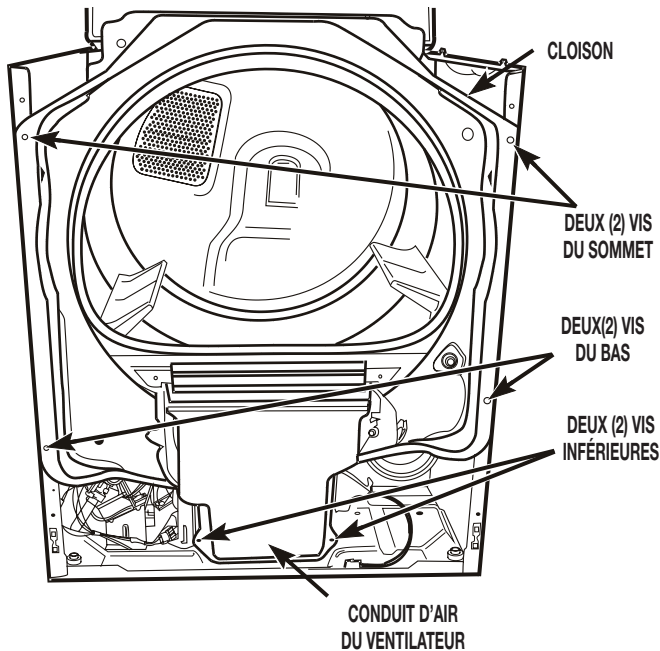

FIGURE 5
- Sur la cloison avant, desserrer les deux (2) vis à tête hexagonale du sommet puis enlever les deux (2) vis à tête hexagonale du bas. Ôter les deux (2) vis inférieures du conduit d'air du ventilateur. Enlever délicatement la cloison et le conduit d'air du ventilateur (à l'avant de la sécheuse). Consulter la *Figure 5*.